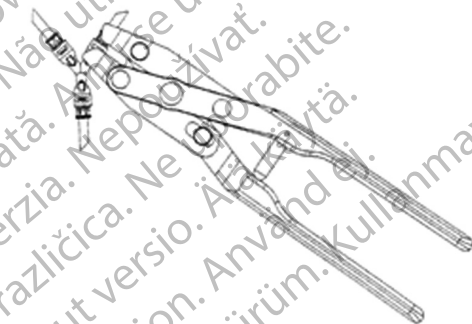

Abbildung 4-36. Quick Connect-Konnektorenzange (Zugang seitlich über einen 3-Wege-Konnektor)
9. Bei Verwendung eines 3-Wege-Konnektors muss die Zange dreimal, d. h. einmal an jedem Konnektorende, angesetzt werden. Die Zange muss von der Seite beider Konnektorenden fassen. Schlauch in jedes Konnektorende schieben, bis sie die Innenwand berührt (was durch das Sichtfenster zu erkennen ist) (Abbildung 4-36).